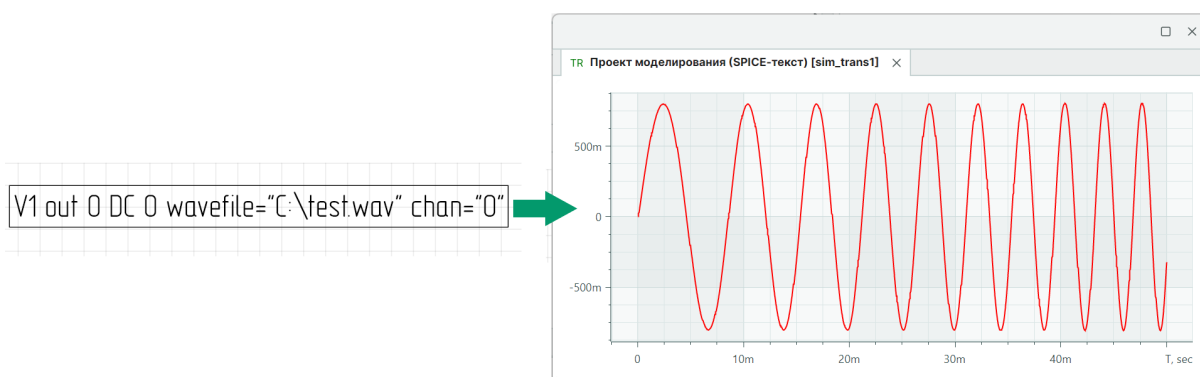

Рис. 162 Определение параметров с помощью SPICE-текста и символа "="
- `V1 out 0 DC 0 wavefile="C:\test.wav" chan="0"` – явное определение параметров с помощью символа "=", см. Рис. 162.